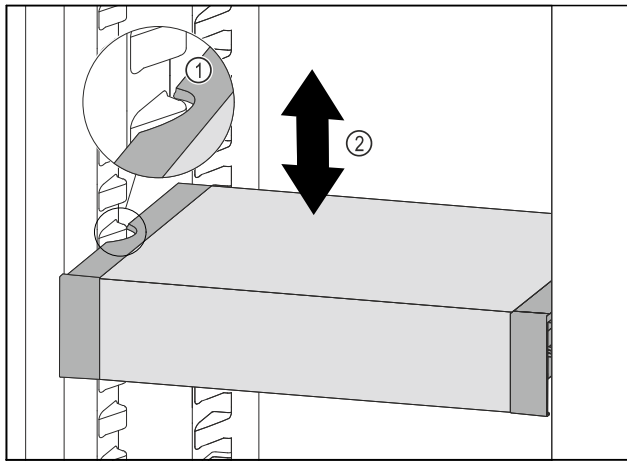

Fig. 75
- VarioSafe nach vorne ziehen, bis sich die seitlichen Aussparungen des VarioSafes auf Höhe der Behälterrippe im Kühlteil befinden. Fig. 75 (1)
- VarioSafe im Kühlteil nach oben oder unten bewegen, bis gewünschte Höhe erreicht ist. Fig. 75 (2)